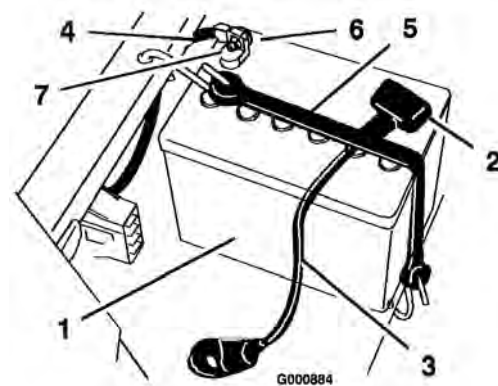

Figura 34
4. Desconecte el cable negativo de tierra (negro) del borne de la batería (Figura 34).
5. Deslice hacia arriba la cubierta de goma del cable positivo (rojo). Desconecte el cable positivo (rojo) del borne de la batería (Figura 34).
6. Retire la correa de sujeción de la batería (Figura 34) y levante la batería para retirarla de su bandeja.
1. Coloque la batería en la bandeja, con los bornes hacia el motor (Figura 34).
4. Fije los cables con 2 pernos (1/4 x 3/4 pulg.), arandelas (1/4 pulg.), y tuercas (1/4 pulg.) (Figura 34).
6. Fije la batería con la correa de sujeción (Figura 34).